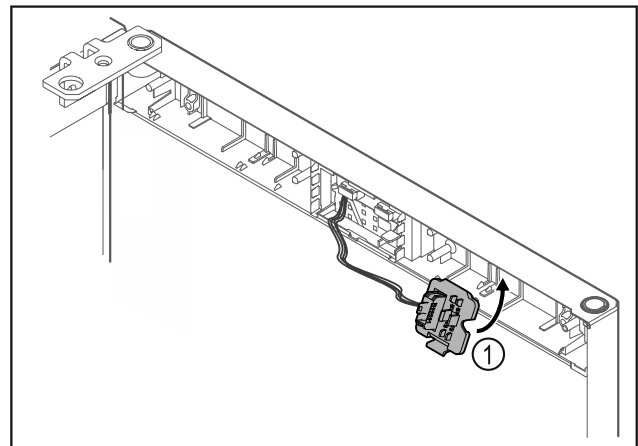

Fig. 14
- Κουμπώστε το στήριγμα του φιν Fig. 14 (1) στην απέναντι πλευρά.*